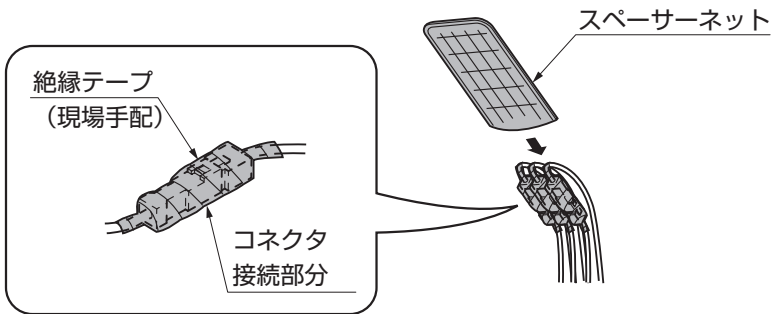

図4-1 3分岐の場合
- ①ケーブルの表面をサンドペーパーで削りコネクタ接続部分に絶縁テープ（現場手配）を2回以上巻いてください。（図4-1参照）
- ②全てのコネクタ接続部分をスペーサーネットに入れてください。（図4-1参照）